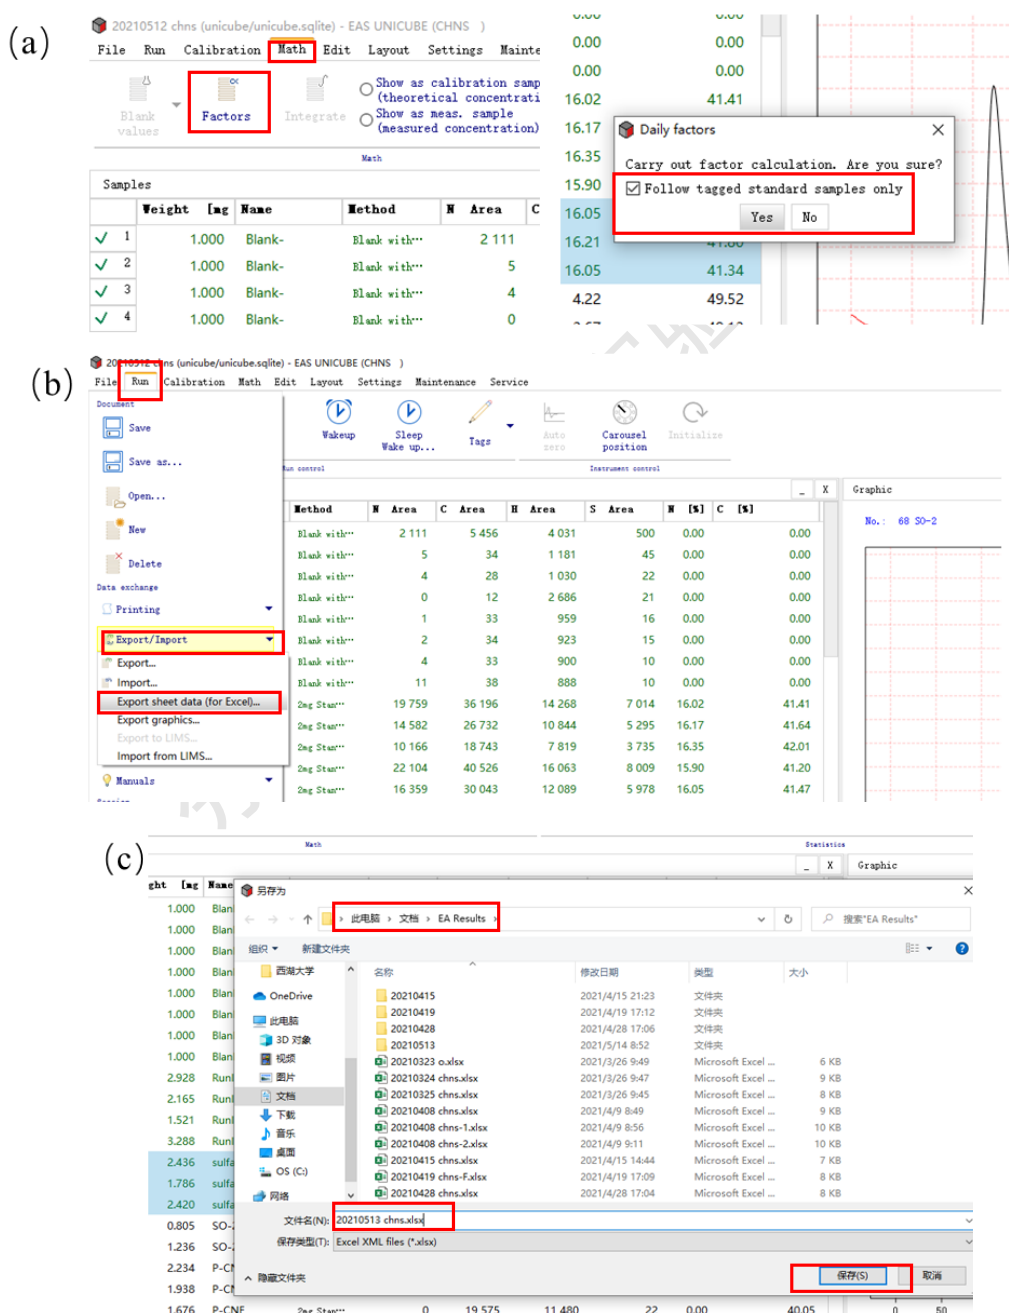

图6-10 导出实验结果
- a) 设置校正因子: 如图6-10 (a)所示, 选中三行Sulfanilamide数据后, 点击Math按钮, 选择Factors, 勾选Follow tagged standard samples only, 点击Yes, 得到仪器当日的校正因子;
- b) 导出数据: 如图6-10 (b)所示, 依次点击File→Export/Import→Export sheet data (for Excel), 导出Excel数据表。数据存储路径为: 此电脑/文档/EA results, 如图6-10 (c)。